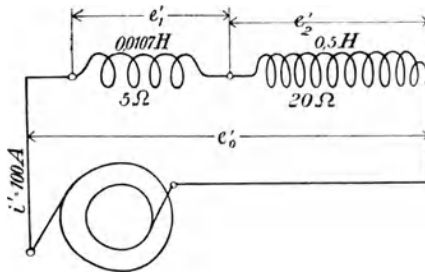

Fig. 93.
249. Durch zwei hintereinander geschaltete Spulen (Fig. 93) fließt ein Wechselstrom von 100 [80] (10) A und 50 Perioden. Der Widerstand der ersten Spule ist $W_1 = 5$ [7] (3) Ω , ihr Selbstinduktionskoeffizient $0,0107$ [0,02] (0,03) Henry, der Widerstand der zweiten Spule 20 [17] (8) Ω , ihr Selbstinduktionskoeffizient $0,5$ [0,2] (0,1) Henry. Gesucht wird: